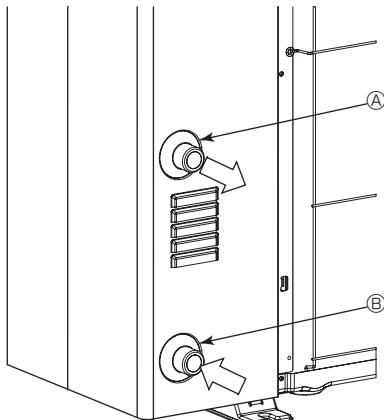

Fig. 5-1
5.1. Ligação da tubagem de água (Fig. 5-1)
- A posição dos tubos de entrada e de saída é apresentada na Fig. 5-1.